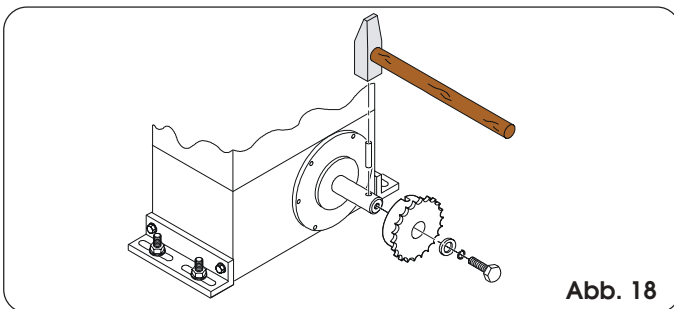

Abb. 18
4.5.1. MOD. 844 ER CAT (Abb. 18 - 19)